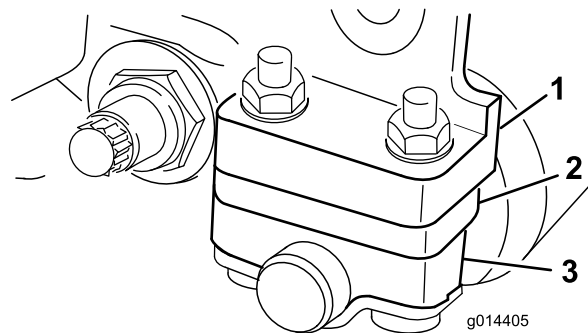

Figura 7
1. Reglați consolele rolei posterioare la intervalul înălțimii de tăiere dorite, poziționând numărul necesar de distanțiere sub flanșa de montare a plăcii laterale (**Figura 7**) conform Diagrame de selectare a înălțimii de tăiere și a contracuțitului (Pagină 12).